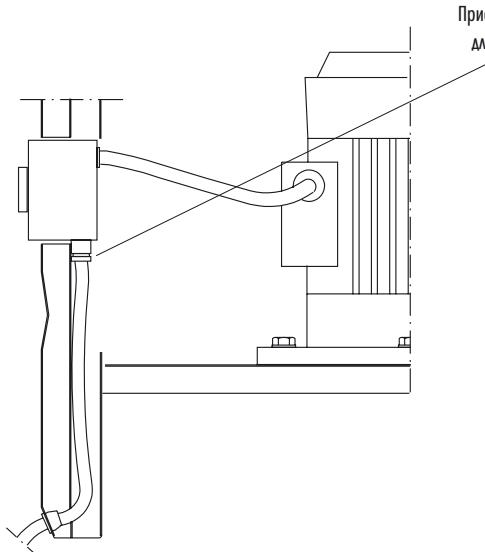

Рис. 3
**A. Крышный вентилятор снабжен переключателем безопасности SAFE, рис. 3.**